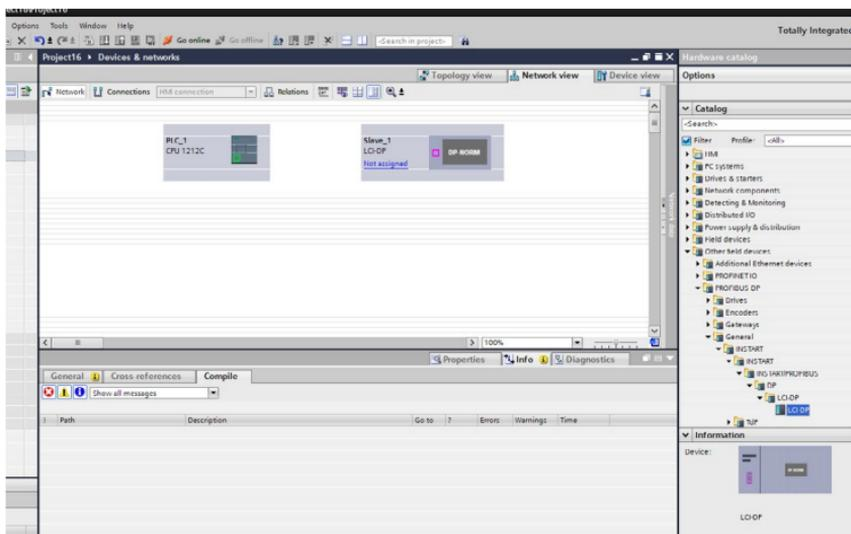

Рисунок 12 – Помещение платы расширения в поле проекта
7. В окне «Hardware catalog» выбрать папку «Other field devices» и найти файл «LCI-DP», после чего переместить его в поле проекта, ему будет присвоено название «Slave_1» (рисунок 12).